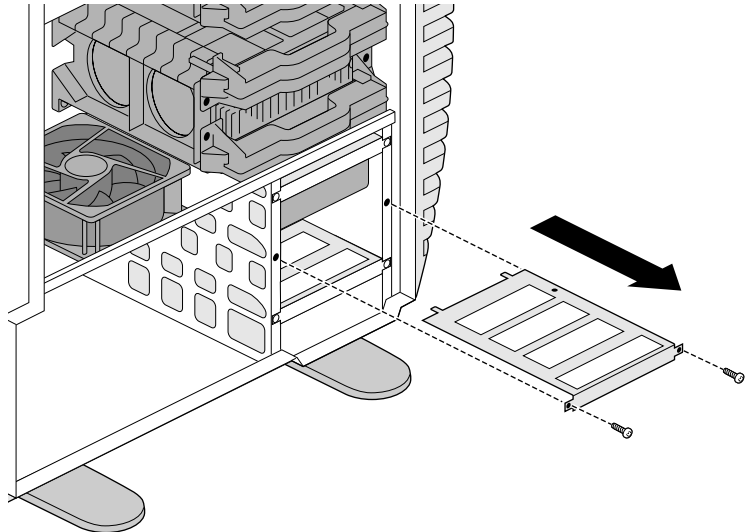

Figure 4-15 Retrait du support d'un disque
5. En passant par une baie inoccupée, dévissez, à l'aide d'un tournevis Phillips, les deux vis qui maintiennent le support du disque au châssis, puis faites glisser le support vers vous (voir Figure 4-15).